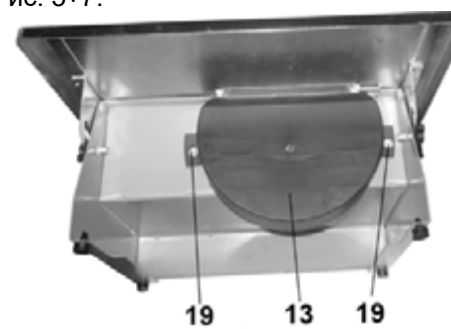

Рис. 5
12.1. Отрезной диск, где режущая часть (напыление) полностью выработалась, подлежит замене. Перед установкой отрезного диска (10) на плиткорез внимательно его осмотрите. На нём не должно быть трещин, сколов. Помните, что отрезной диск (10) достаточно хрупкий, Крайне внимательно обращайтесь с отрезным диском, избегая его ударов и падений, Рис. 5÷7.
12.3. Удерживая гаечным ключом (20) шпindel (22), вторым гаечным ключом (21) открутите гайку (25) и снимите фланец (23), Рис. 5÷7. Снимите отрезной диск (10). Проверьте рабочие поверхности шпинделя (22) и фланцев (23 и 24). С учётом направления вращения установите новый отрезной диск (10), установите фланец (23) и гайку (25). Удерживая гаечным ключом (20) шпindel (22), вторым гаечным ключом (21) закрепите гайкой (25) отрезной диск (10), Рис. 5÷7.
12.5. Как показано на Рис.5, установите и закрепите нижний защитный кожух (13).